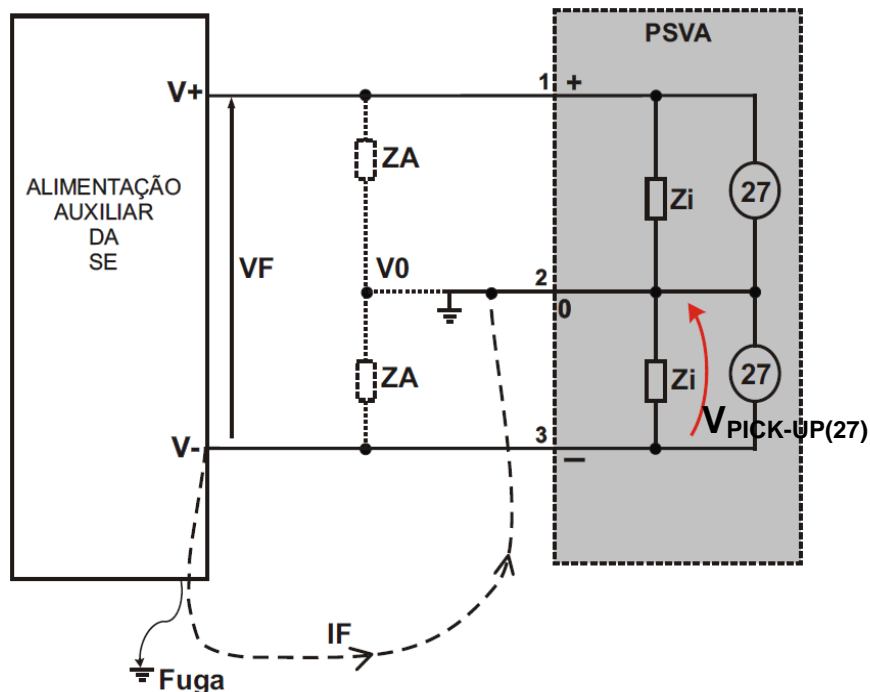

Figura 3: Fuga a terra.
**Fuga a terra:** Na ausência de fuga a terra da Fonte Auxiliar da SE, através das impedâncias  $Z_i$  (ou  $Z_A/Z_i$ ) estabelece-se que  $V_+$ ,  $V_-$  ficam com potencial equilibrado em relação ao Terra da Subestação. Sendo a tensão  $V_+/V_0$  e  $V_-/V_0$  iguais a 0,5 da tensão da Fonte Auxiliar da SE. Na ocorrência de fuga a terra da Alimentação Auxiliar da SE existirá um novo caminho de corrente que desequilibrará as tensões nas impedâncias  $Z_i$  (ou  $Z_A/Z_i$ ) como mostra a figura 3.
Caso haja necessidade de se trabalhar com correntes de fuga maiores, deve-se acrescentar ao circuito da SE as impedâncias **ZA**, como citado no diagrama da figura 3.